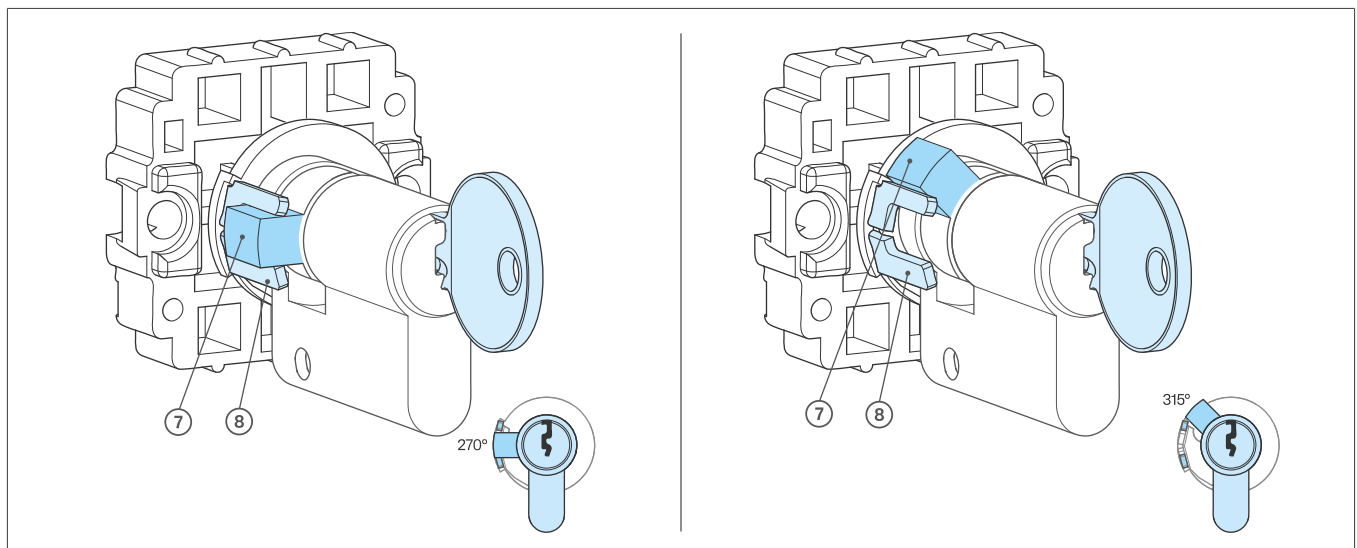

Bild 3: Positionierung des Schließbarts
Um die Schaltstellung zu verändern, kann der Schließbart (7) in der Gabel (8) des Schalt-/Tasteinsatzes geführt werden (Bild 3, links) oder seitlich an der Gabel anschlagen (Bild 3, rechts).